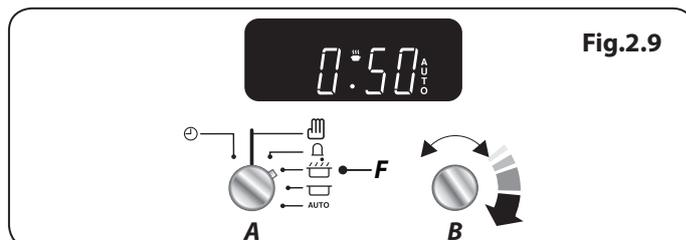

Fig.2.9
1. Tournez le bouton de la **minuterie (A)** sur le réglage du **temps de cuisson (F)**. Tournez le bouton de **réglage (B)** dans le sens horaire afin de définir durée du temps de cuisson requis (Fig.2.9).